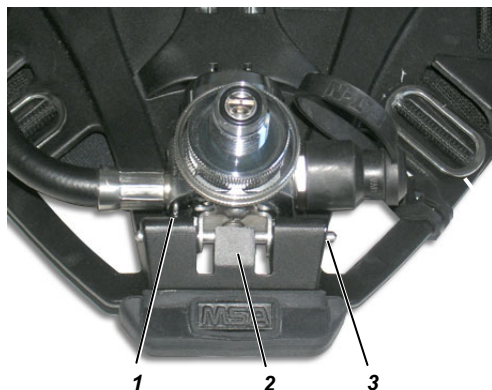

Bild 23 Entfernen des Druckminderers
- (8) Achse aus Halterung des Druckminderers herausdrücken (→ Bild 23).
- (9) Druckminderer von der Trageplatte entfernen, dabei die Rastfeder nicht hoch drücken.
- (10) Trageplatte mit Flaschenhalteband bei max. 60°C reinigen.
- (11) Bänderung bei max. 60°C in geeigneter Waschmaschine reinigen.
- (12) Leitungen, Druckminderer und Manometer vorzugsweise von Hand reinigen.